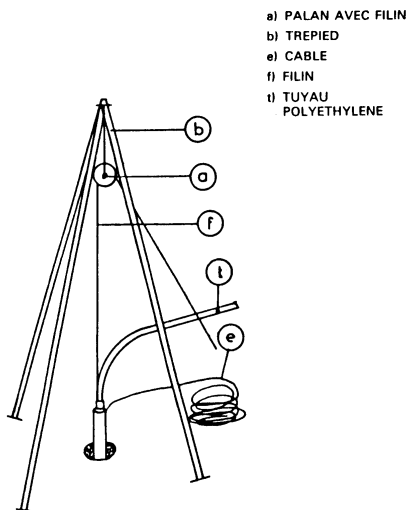

fig. 9
- descendre la pompe dans le puits ou le forage (voir fig. 9) en veillant à ce que le tube plastique, le câble, etc., ne soient pas abimés pendant l'opération d'immersion.